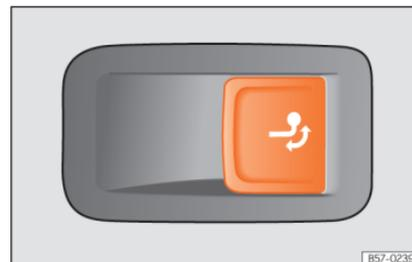

Abb. 214 Im Gepäckraum rechts: Taste zur Entriegelung der Anhängerkupplung.
- Ziehen Sie kurz an der Taste »» **Abb. 214**. Die Anhängerkupplung wird automatisch entriegelt und dreht selbsttätig heraus. Die Kontrollleuchte der Taste blinkt.
- Ziehen Sie kurz an der Taste »» **Abb. 214**. Die Anhängerkupplung wird elektrisch entriegelt.
- Wenn die Kontrollleuchte der Taste »» **Abb. 214** → *blinkt*, ist die Anhängerkupplung noch nicht vollständig eingerastet oder beschädigt »» .
- Wenn die Kontrollleuchte bei geöffneter Heckklappe »» **Abb. 214** → *dauerhaft leuchtet*, ist die Anhängerkupplung vollständig eingerastet, sowohl in eingezogener als auch in herausgeschwenkter Stellung.
- **Drücken Sie keinesfalls die Taste »» **Abb. 214**, wenn ein Anhänger oder ein Gepäckträger oder anderes Zubehör auf der Anhängerkupplung eingehängt ist.**